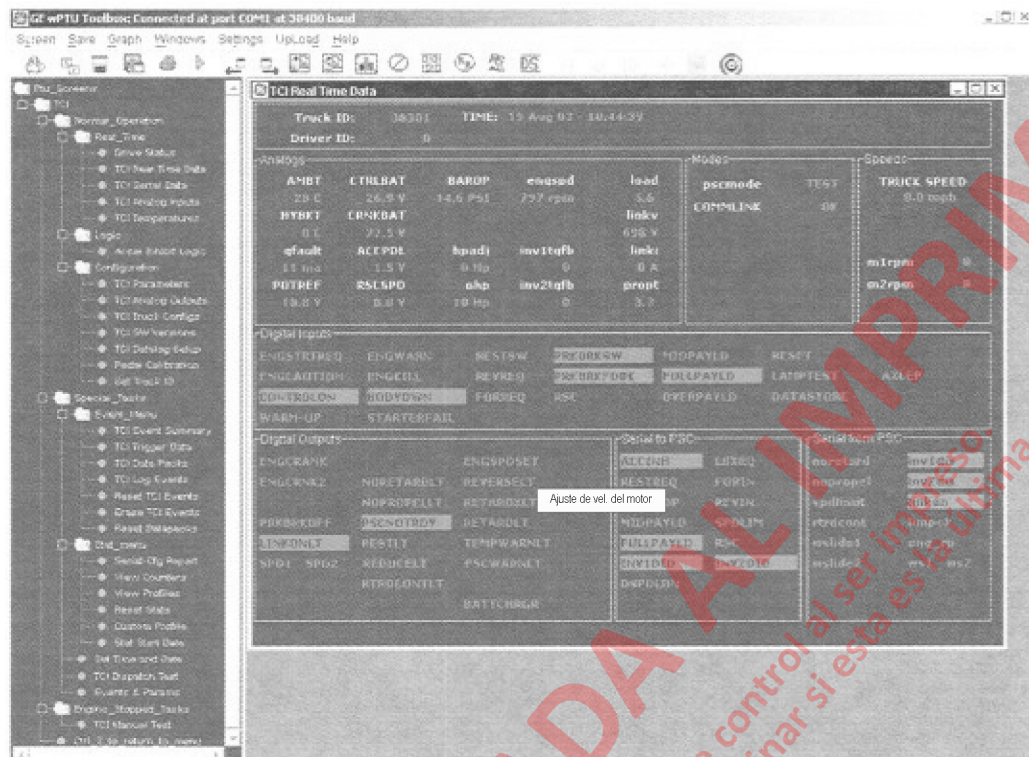

FIGURA 3-15. PANTALLA DE DATOS EN TIEMPO REAL DE LA TCI
- Verifique que los valores análogos y las funciones destacadas sean similares a la pantalla de datos en tiempo real de la TCI en la Figura 3-15.